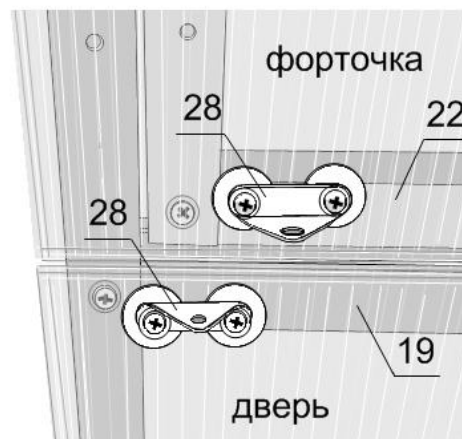

Рис. 21
7.1. На поперечине форточка № 22 закрепите саморезами уголок № 28, подложив под уголок оцинкованную шайбу (см. рис. 21).